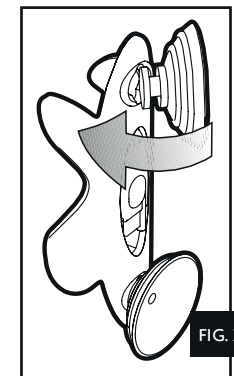

FIG. 2
- 1- Die Saugnapf fe an der Halterung wie in Fig. 2 gezeigt befestigen.
- 1- Mount the suction cups onto the support provided, inserting them as shown in (fig. 2).
- 1- Montez les ventouses sur le support en les insérant comme en fig. 2.
- 1- druk de zuignapen in de houder zoals te zien op afbeelding 2.
- 1- Ponga las ventosas en el soporte insertándolas como en fig.2.